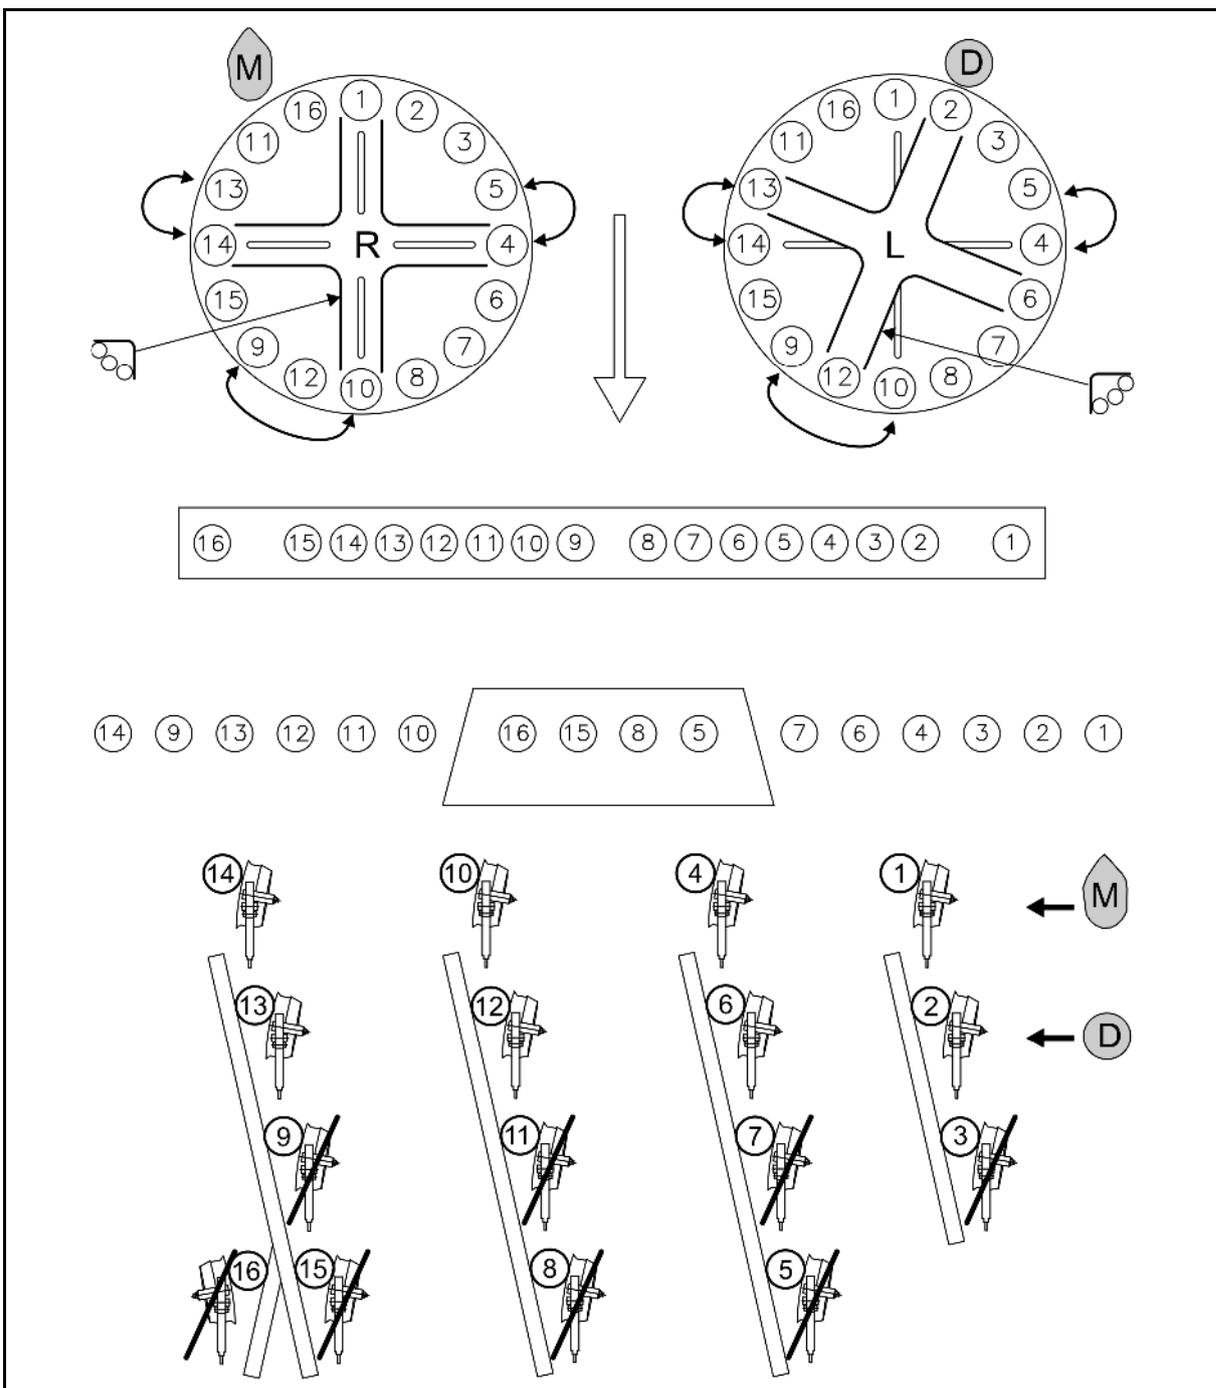

Fig. 38
- Maíz M: Montar las chapas de cierre correctamente Fig. 38